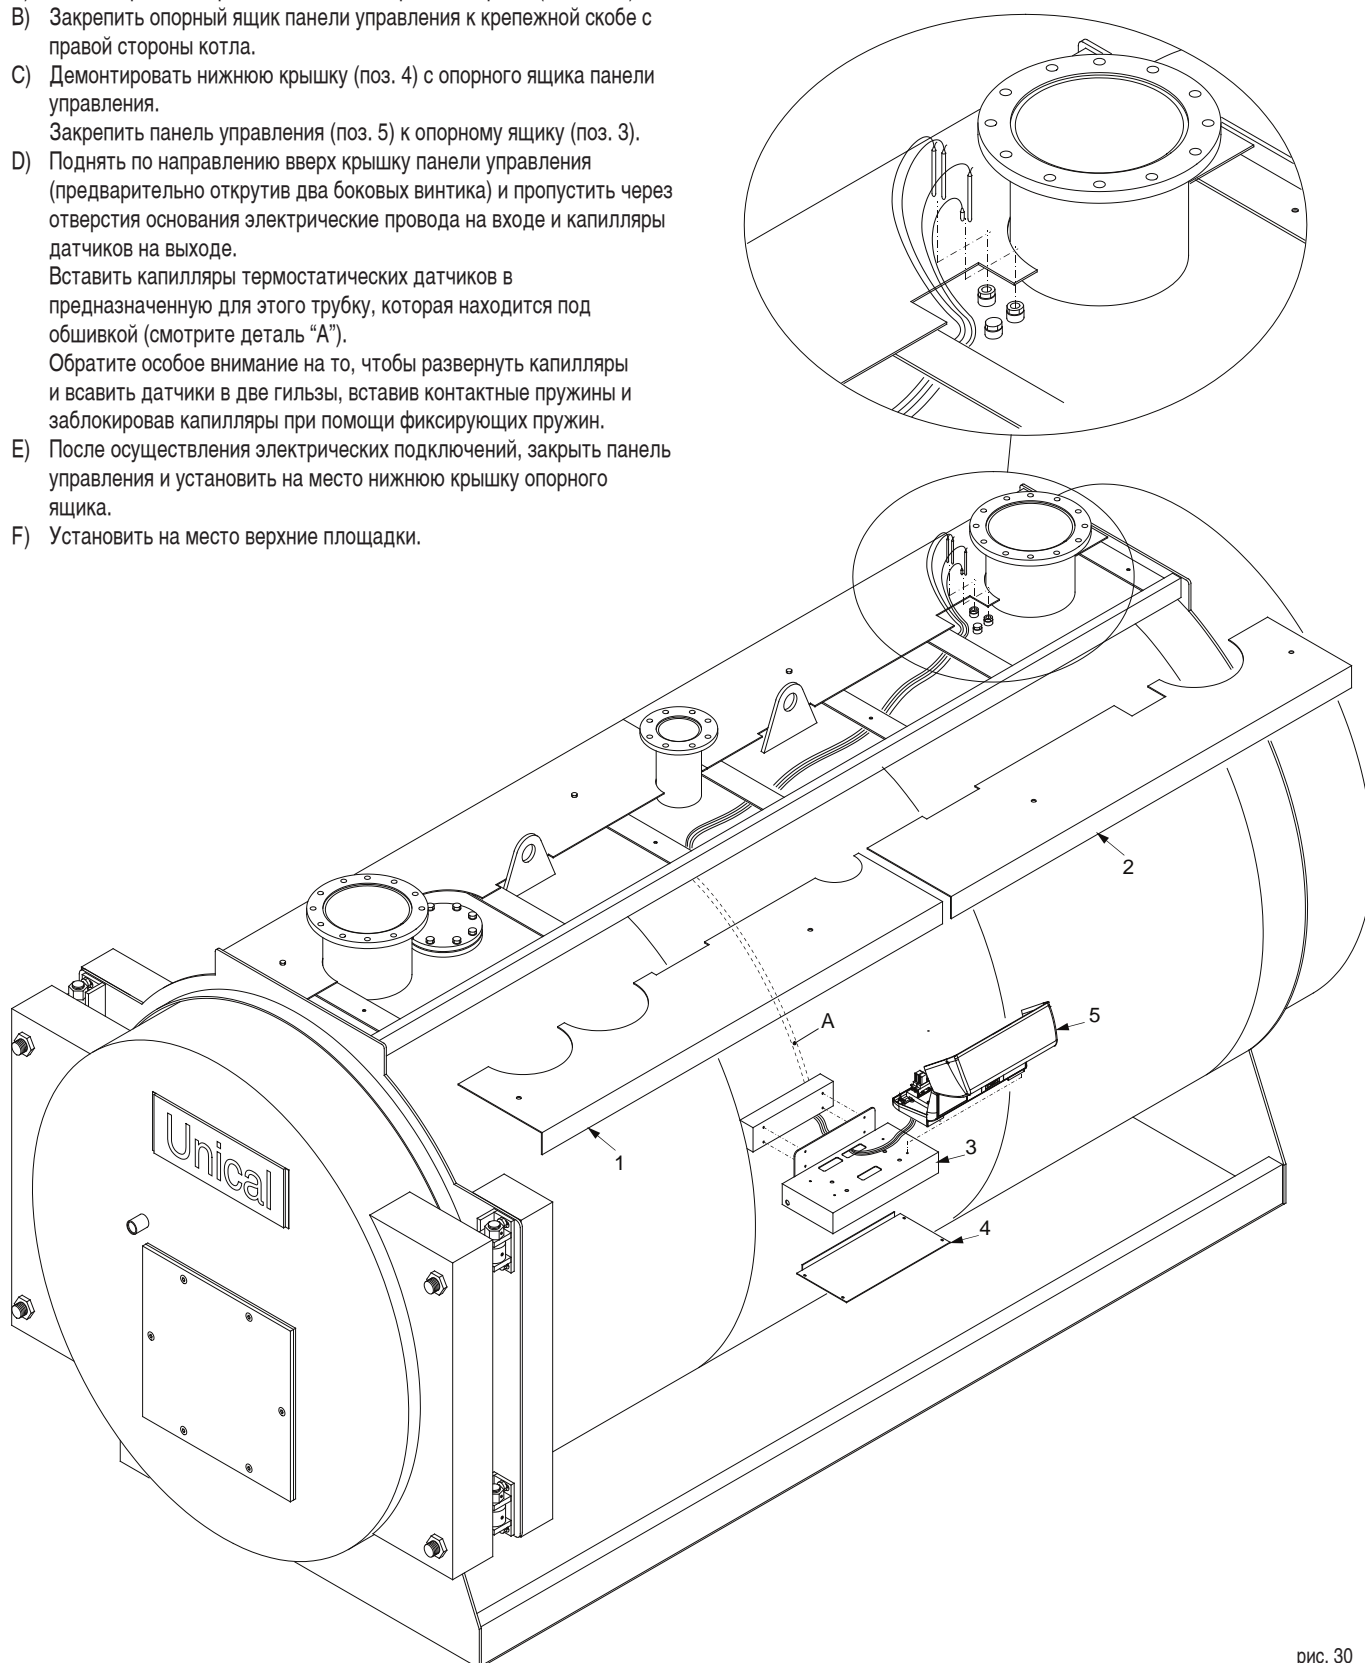

рис. 30
Последовательность монтажа (см. рис. 30)
- включением-отключением котлового насоса Pi или, когда он отсутствует, всех насосов установки (например, насосов Pi и Pc на рис.30) по команде термостата Tmin с уставкой срабатывания 55°C;